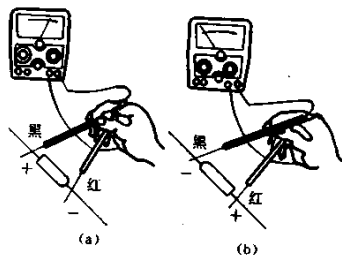

图 2-1-2
(1) 测量二极管的好坏：判别二极管好坏，用万用表的欧姆档。把表拨到 $R \times 100$ 或 $R \times 1000$ 档（一般不要用 $R \times 1$ 档，因为这一档电流太大，容易烧坏二极管）。然后，分别用红表棒和黑表棒与二极管的两个极相连，如图 2-1-2 所示。如红表棒（万用表的正极，在表内接电池的负极）接二极管的负极，黑表棒（表的负极，表内接电池的正极）接二极管的正极，测得的结果，是二极管的正向电阻，正向电阻一般为 $100 \sim 1000\Omega$ 左右。正向电阻越小越好，如正向电阻值太大，二极管效率就低。反过来，将红表棒接二极管的正极、黑表棒接二极管的负极，如图 2-1-2 (b) 所示，测出的是二极管的反向电阻。反向电阻一般应在 $500\text{k}\Omega$ 以上。反向电阻太小，就失去单向导电的作用。如果测得正向电阻都是无穷大，则表示二极管已断路；反之，如正反向电阻都为零，则表示管子已被击穿。